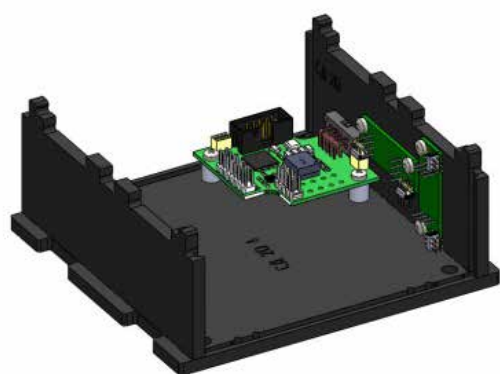

Рисунок 78. Крепление второй боковой стенки
6) Закрепить вторую боковую стенку на нижнем основании. Для этого совместить выступы боковой стенки с отверстиями в основании и защелкнуть (рисунок 78):